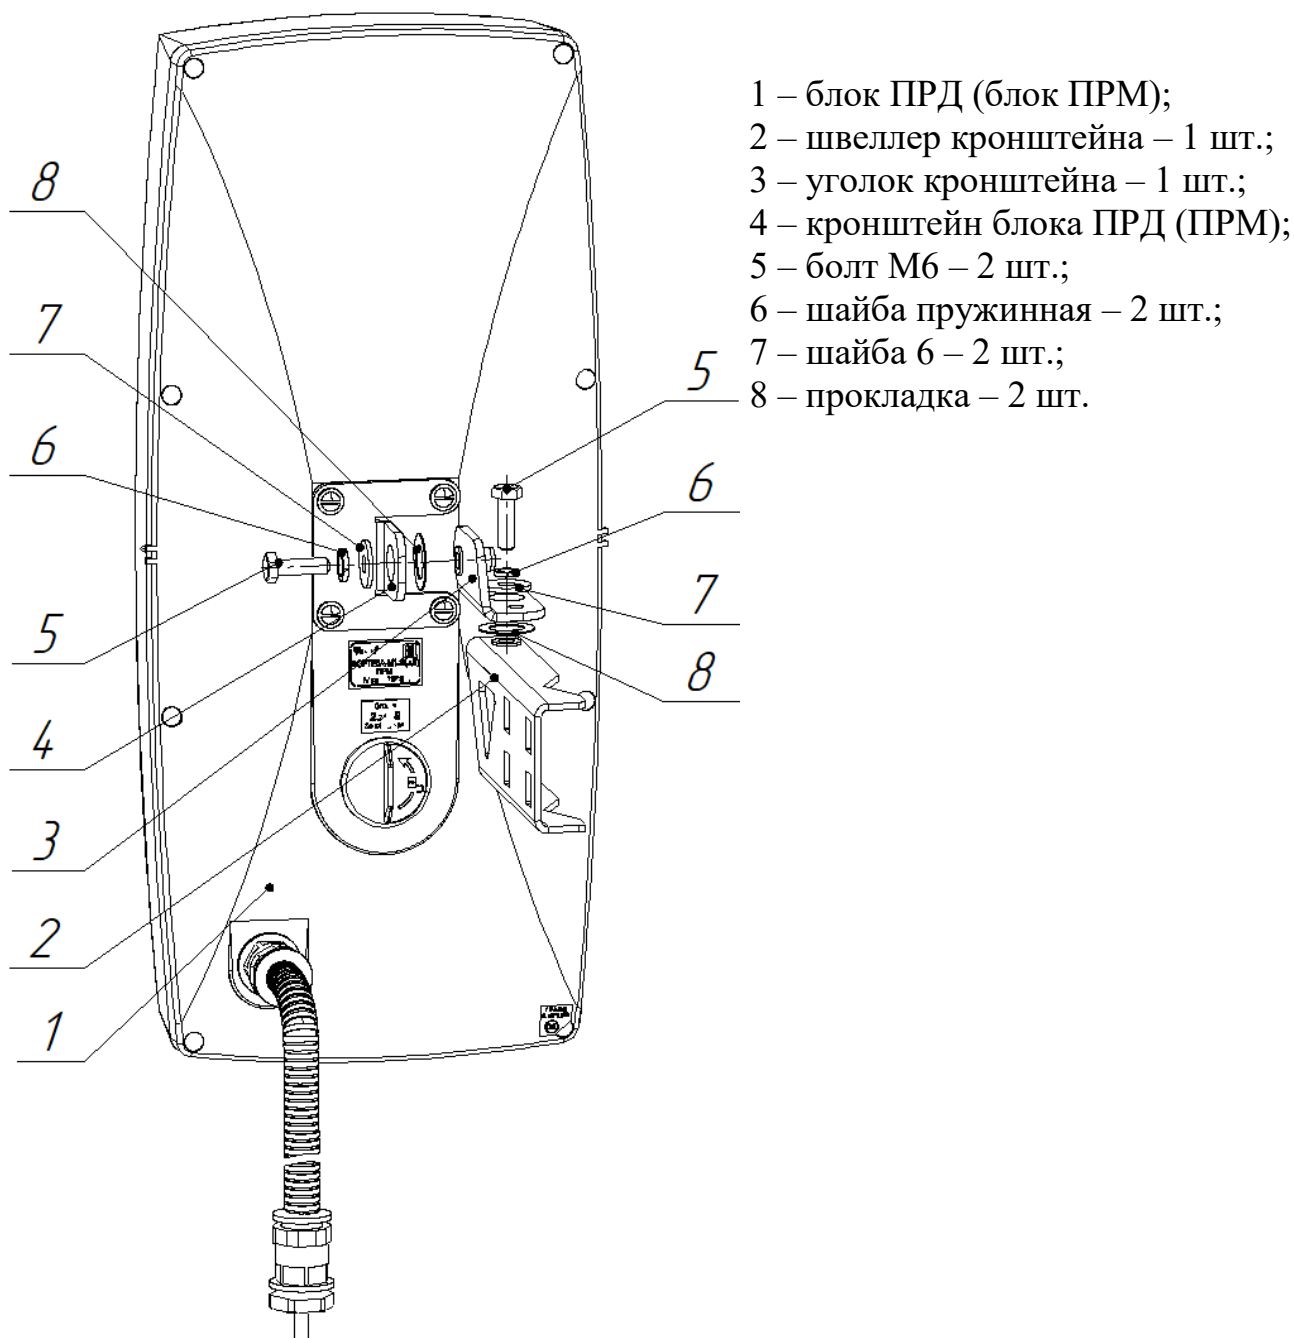

Рисунок 2.5 – Установка блока ПРД (блока ПРМ) извещателей «ФОРТЕЗА-М150(5,8)», «ФОРТЕЗА-М100(5,8)», «ФОРТЕЗА-М50(5,8)» на кронштейне
2.3.3.2 Закрепить блок ПРД (блок ПРМ) поз.1 на кронштейне (см. п.2.3.3.4 и рисунок 2.5).